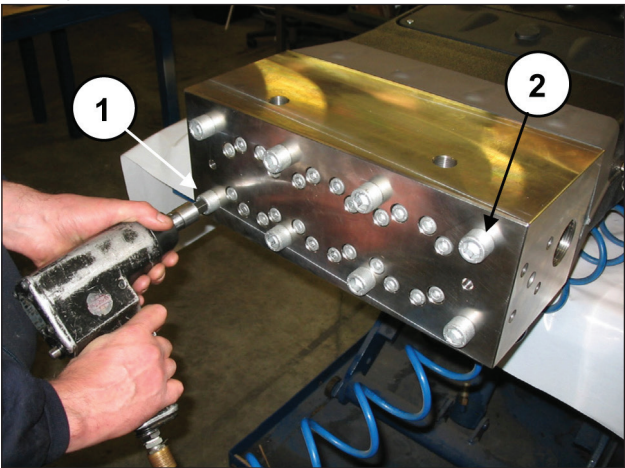
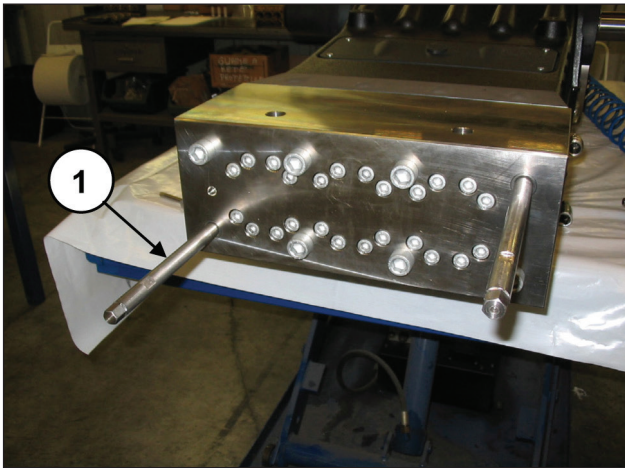

图 97
图 98
拧松径向相对的两个泵头固定螺栓 M16x320 (① 和 ②, 图 97)，用两个伺服螺栓/销子 (代码27540200) (①, 图 98) 替换，然后继续拆卸其余的螺栓。